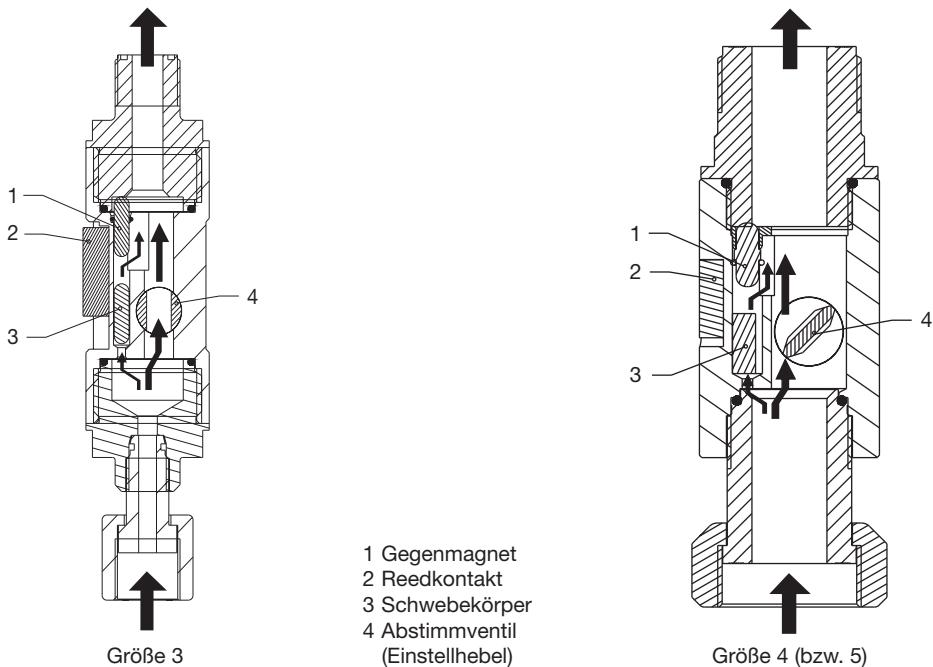

Abb. 1
Die Dosierüberwachung „Flow Control“ besteht prinzipiell aus einem Rohr mit Schwebekörper (3) und einem Bypass mit einstellbarem Querschnitt (siehe Abb. 1). Über den einstellbaren Querschnitt (Einstellhebel) lässt sich die Flow Control auf das Hubvolumen der Pumpe abstimmen – Ihre Ansprechempfindlichkeit wird angepasst.